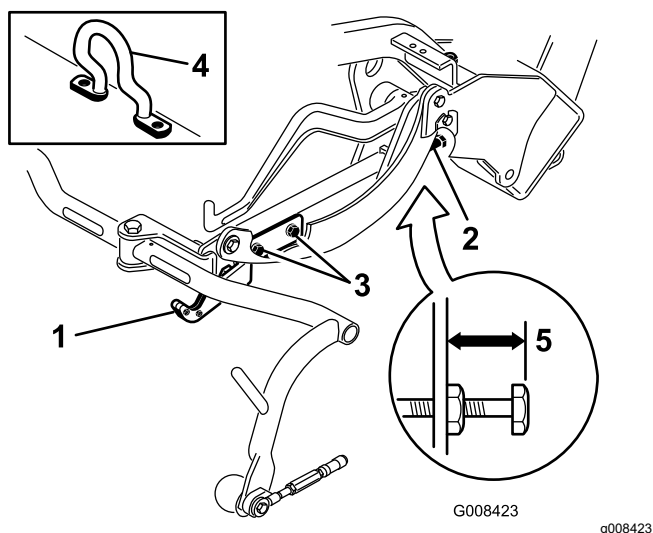
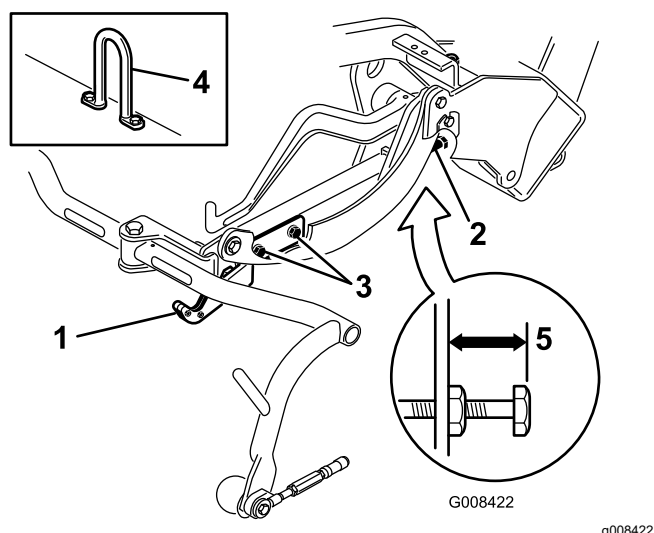
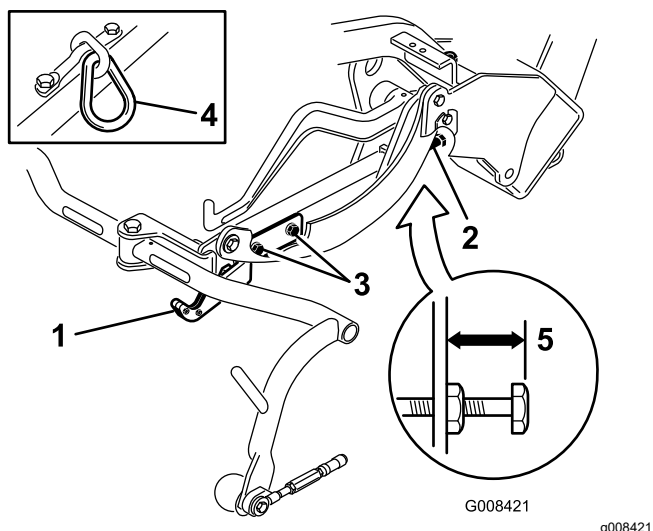

图 10
图 12
图 11
检查行驶高度 图 11和图 12必要时进行调节。
2. 在配备偏置吊钩的滚刀组 图 10插页上确认从承载架调节螺丝的顶部到承载架背面的距离是否为 25 mm。如果距离不是 25 mm请转至步骤 4。
3. 在配备链节或垂直吊钩的滚刀组图 11和图 12 插页上确认从承载架调节螺丝的顶部到承载架背面的距离是否为 22 mm。如果距离不是 22 mm请转至步骤4。如果滚刀组配备了偏置提升杆图 10 请转至下一步。
4. 拧松行走板安装螺丝图 11、图 12 和图 10。
7. 如果承载架高度不同请拧松承载架调节螺丝上的锁紧螺母图 10、图 11 和图 12。向外旋转螺丝可升起向内旋转可放低。达到适当高度后拧紧锁紧螺母。